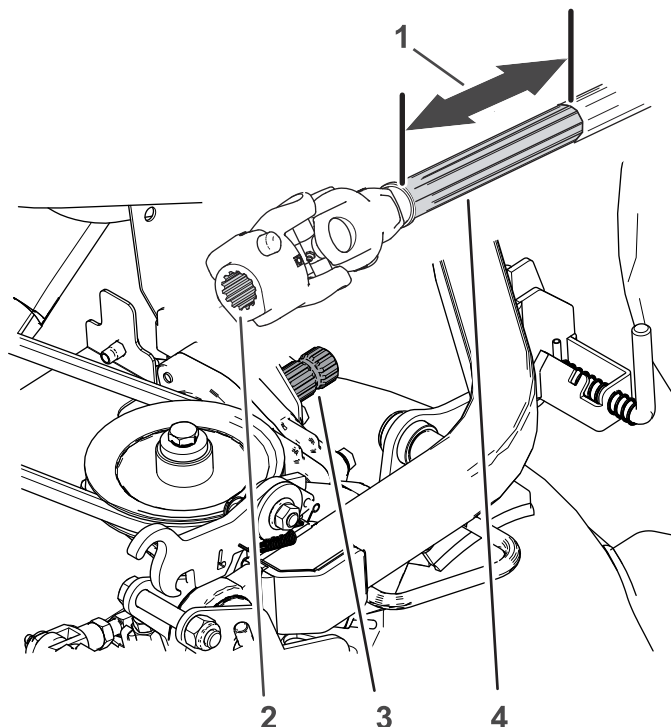

Figure 48
2. Tirez la moitié avant de l'arbre de transmission (Figure 48) d'environ 25 cm en avant.
3. Essuyez les cannelures de l'arbre du boîtier d'engrenages et de l'arbre de transmission (Figure 48).
4. Essuyez la surface coulissante de l'arbre de transmission avant (Figure 48).
5. Appliquez du produit antigrippage sur les cannelures de l'arbre du boîtier d'engrenages et l'accouplement à cardan (Figure 48).
6. Appliquez du produit antigrippage sur la surface coulissante de l'arbre de transmission avant (Figure 48).